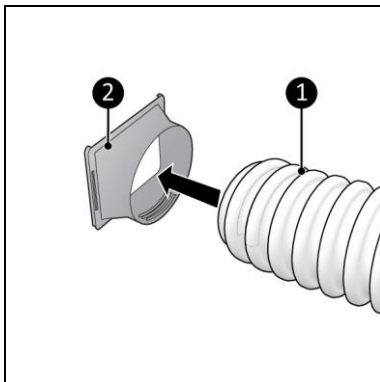

Figure 8
1. Reliez le raccordement du flexible (Figure 8, pos. 2) à une extrémité du flexible de sortie d'air chaud (Figure 8, pos. 1).